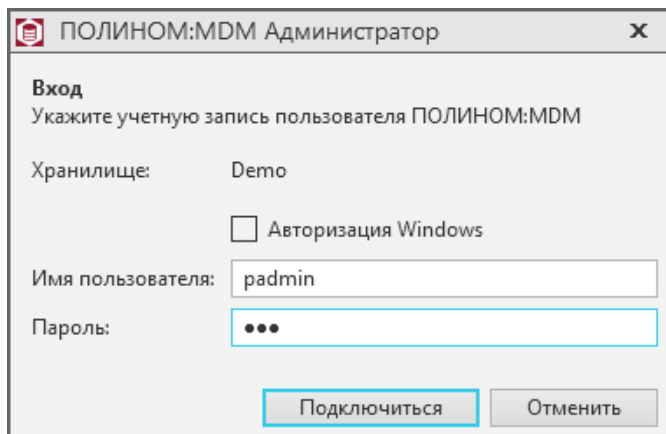

Рис. 2.26
2. Подключитесь к хранилищу, нажав кнопку **Подключиться** в верхней части окна (рис. 2.25). В открывшемся окне выберите способ авторизации (рис. 2.26).